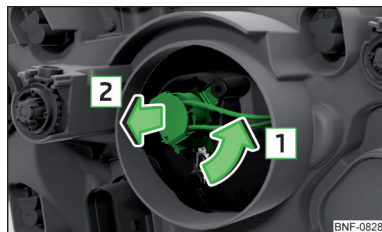

Fig. 176
- › Drej stikket inklusive pære i pilens retning **1** » Fig. 176.